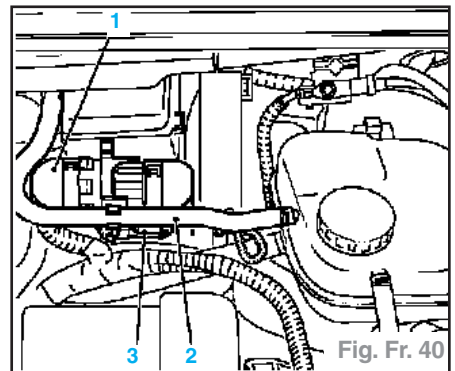

Fig. Fr. 40
- Déclipper le serpentin de refroidissement (2) de sa fixation et déposer les prises (1 et 3) (Fig. Fr. 40).